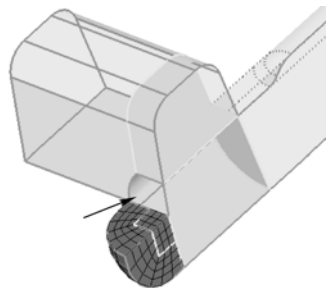

图 5-23 选择面
- (1) 通过以下任一种方式进入 solid map 面板。
- (2) 选择如图 5-23 所示的面。